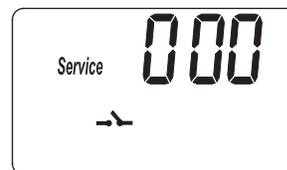
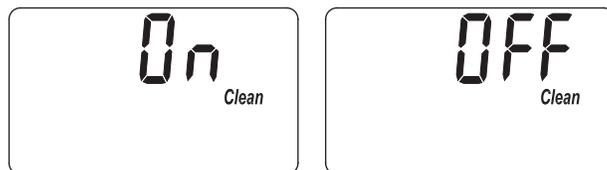
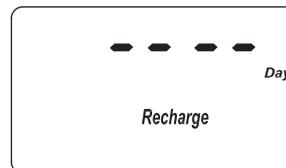
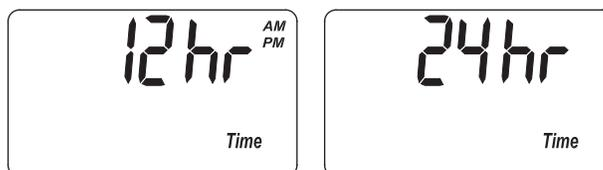

FIG. 26
FIG. 27
FIG. 29
FIG. 30
1. Mantenga oprimido el botón PROGRAM (Programar) hasta que aparezca la pantalla que se indica en la Fig. 26. Cuando ello ocurra, oprima dos veces el botón PROGRAM (Programar) y aparecerá una de las dos pantallas que se indican en la Fig. 27.
1. Mantenga oprimido el botón PROGRAM (Programar) hasta que aparezca la pantalla que se indica en la Fig. 26. Cuando ello ocurra, oprima tres veces el botón PROGRAM (Programar) y aparecerá la pantalla que se indica en la Fig. 28.
1. Mantenga oprimido el botón PROGRAM (Programar) hasta que aparezca la pantalla que se indica en la Fig. 26. Cuando ello ocurra, oprima cuatro veces el botón PROGRAM (Programar) y aparecerá la pantalla que se indica en la Fig. 29.
1. Mantenga oprimido el botón PROGRAM (Programar) hasta que aparezca la pantalla que se indica en la Fig. 26. Cuando ello ocurra, oprima cinco veces el botón PROGRAM (Programar) y aparecerá una de las dos pantallas que se indican en la Fig. 30.